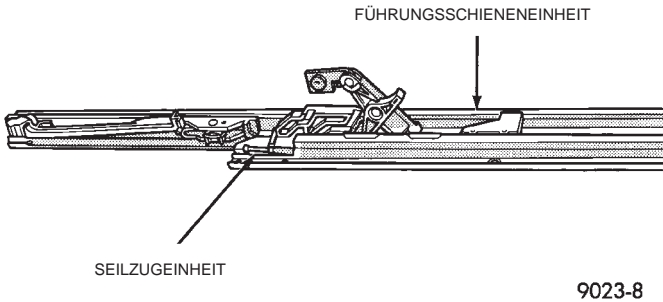

Abb. 12 Führungsschieneneneinheit
- (1) Nach Bedarf den Windabweiser, die Abdeckungen des Schiebedachmechanismus, Glasdach, Ablaufrinne, Sonnenblende und den Stellungsfühler der Antriebsseilzüge ausbauen.
- (2) Glasdachträger in Belüftungsstellung bringen.
- (3) Vordere Gleitführung von der Führungsschieneinheit abbauen.
- (4) Befestigungsschrauben lösen, mit denen die vordere und mittlere Führungsschiene an der Einheit befestigt ist.
- (5) Seilzug aus der Nut für den Seilzugnippel herausnehmen.
- (6) Führungsschiene nach außen ziehen und so aus dem Gehäuse lösen. Das hintere Ende der Führungsschiene aus den Halteclips lösen. Schiene aus der Einheit herausschieben (Abb. 12).